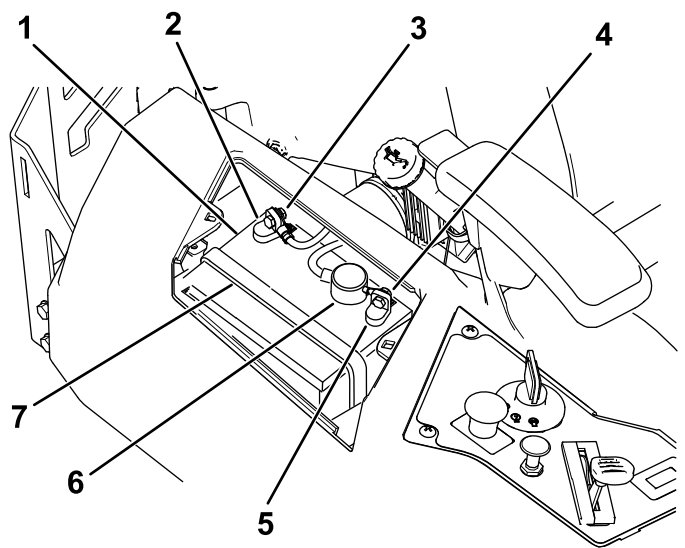

Рисунок 55
- Отсоедините отрицательный (черный) кабель от штыря аккумулятора (Рисунок 55).
- Отсоедините положительный (красный) кабель от штыря аккумулятора (Рисунок 55).
- Снимите прижим аккумулятора (Рисунок 55) и поднимите аккумулятор, чтобы снять его с поддона.
1. Установите аккумулятор в поддон (Рисунок 55).
5. Закрепите аккумулятор с помощью прижима (Рисунок 55).